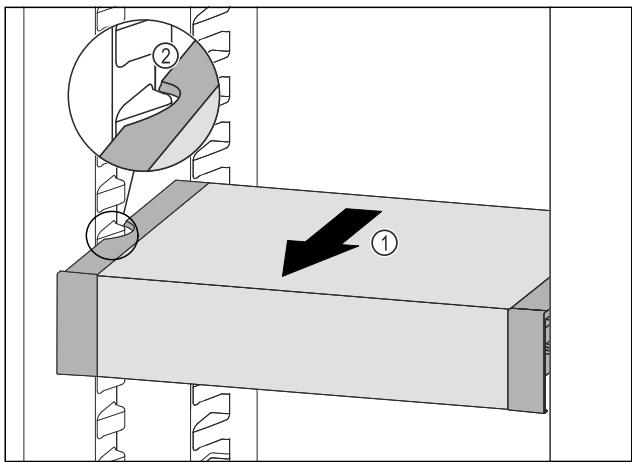

Fig. 92
- VarioSafe nach vorne ziehen Fig. 92 (1), bis sich die seitlichen Aussparungen des VarioSafes auf Höhe der Behälterrippe im Kühlelement befinden. Fig. 92 (2)